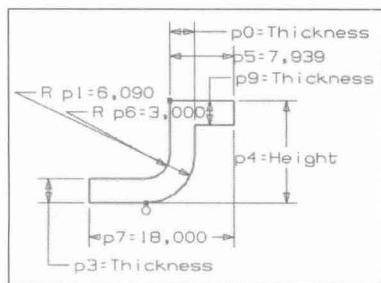

图 1.6 激活的草图
(1) 激活草图：双击实体的任意位置启动“编辑”模式，单击“草图剖面 (Sketch Section)”按钮，系统启动草图编辑器，草图显示如图 1.6 所示。